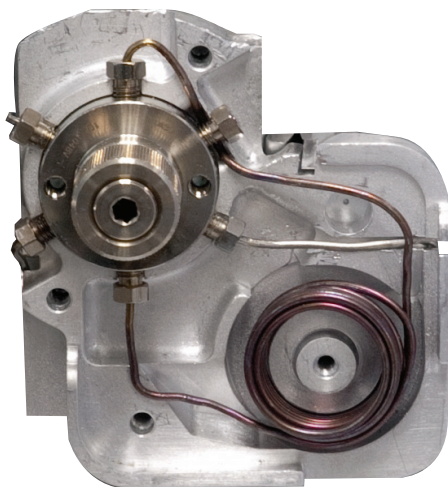

Рис. 21. Правильное расположение пробоотборной петли в блоке пробоотборной петли
- 12** Разместив пробоотборную петлю перед 6-портовым краном, подсоедините два конца новой петли к позициям 1 и 4, как показано на **Рис. 21**.
- 14** Проверните петлю по направлению к блоку пробоотборной петли (вправо). Разместите верхний конец пробоотборной петли над и за позицией 5 на кране. Продолжайте проворачивать пробоотборную петлю до тех пор, пока она не будет совмещена с утопленным фитингом в блоке пробоотборной петли, как показано на **Рис. 21**.